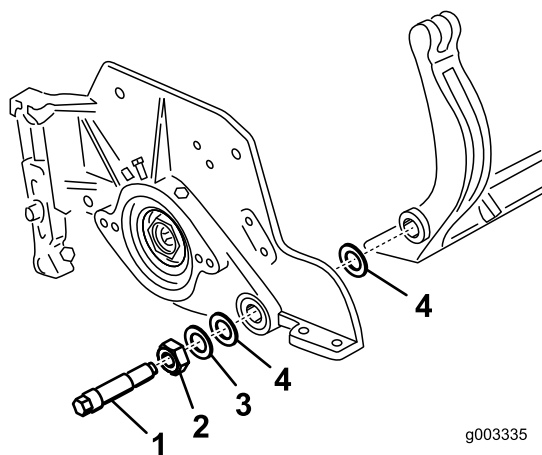

Figura 31
**Nota:** Considerate 2 rondelle in nylon e 1 rondella in acciaio stampato su ciascun lato della barra di appoggio (Figura 31).
**Nota:** Collocate una rondella in nylon su ciascun lato della flangia di estremità della piastra laterale. Posizionate una rondella in acciaio all'esterno di ciascuna rondella in nylon (Figura 31).